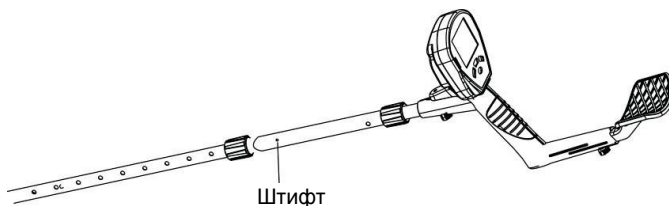

Рис. 4
3. Ослабьте фиксирующую гайку на другой стороне средней штанги. Нажмите на фиксирующий штифт на верхней штанге и вставьте ее в среднюю штангу (рис. 4).